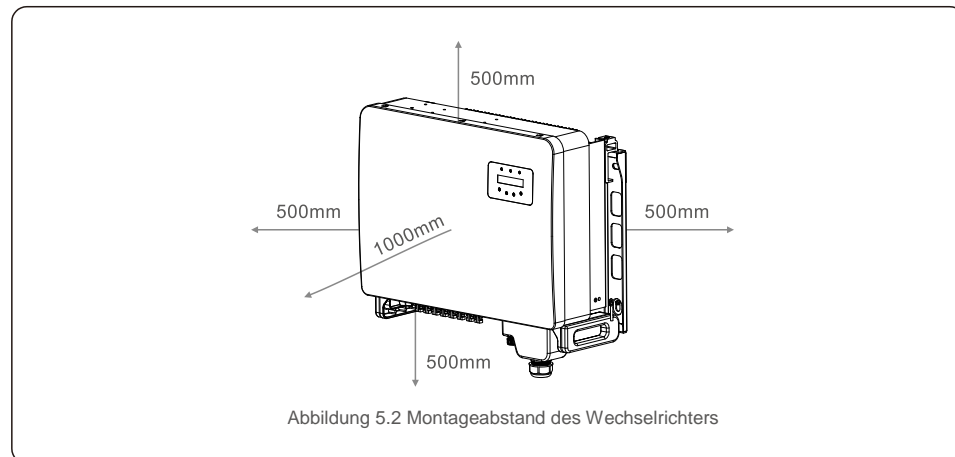

Abbildung 5.2 Montageabstand des Wechselrichters
- Wenn mehrere Wechselrichter vor Ort installiert werden, sollte ein Mindestabstand von 500 mm zwischen jedem Wechselrichter und anderen montierten Geräten eingehalten werden. Der Boden des Wechselrichters muss mindestens 500 mm vom Boden entfernt sein. Siehe Abbildung 5.2